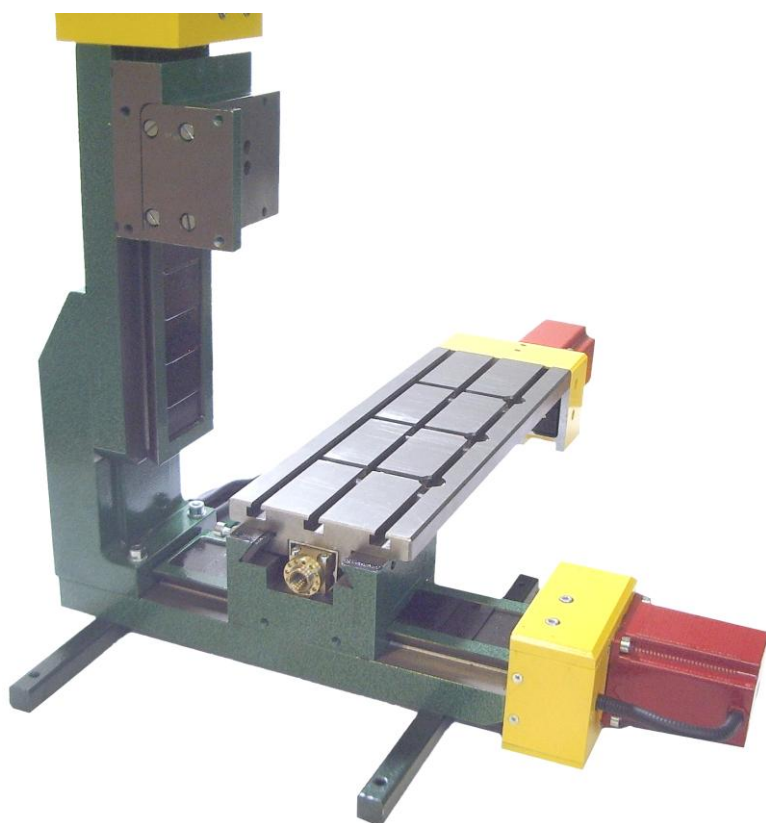

Рис. 6. Передняя часть ходовой гайки.
2.5.3.2 Сдвинуть стол так, чтобы открылась передняя часть ходовой гайки с венцом регулировки и стопорными болтами венца регулировки (**Рис. 6**).